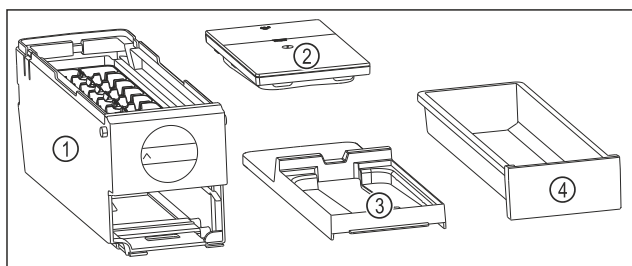

Fig. 62 Bestandteile des EasyTwist-Ice
- ▷ EasyTwist-Ice ist in vier Teile zerlegt. (siehe Fig. 62)
- EasyTwist-Ice nur in abgebildete Bestandteile zerlegen. (siehe Fig. 62)
- EasyTwist-Ice-Korpus Fig. 62 (1) als Ganzes reinigen.